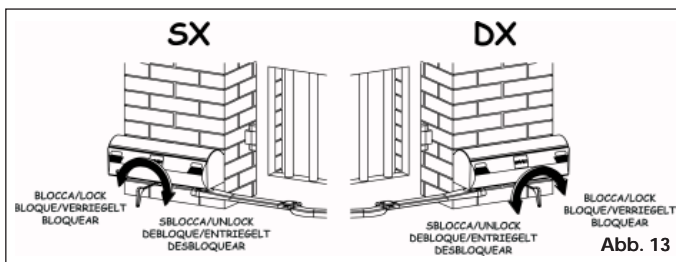

Abb. 13
- Den mitgelieferten Imbusschlüssel einstecken und um etwa eine halbe Umdrehung bis zum Anschlag drehen. Die Drehrichtung wird in Abb. 13 entsprechend der Montageart gezeigt.